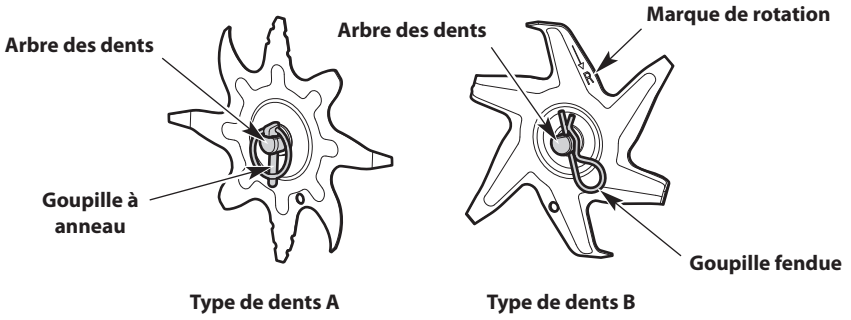

Fig. 9
3. Identifiez le type de dents compris avec l'unité (Fig. 9).
1. Retirez la goupille de l'extrémité de chaque arbre porte-dents (Fig. 9).
3. Insérez une goupille dans le trou à l'extrémité de l'arbre porte-dents (Fig. 9).